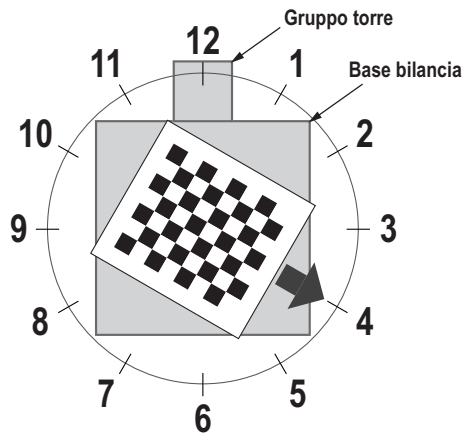

Figura 5-4. Rotazione a ore 4
5. Allineare l'oggetto di calibrazione in modo che i crocini siano centrati. Ruotare l'oggetto di calibrazione in posizione ore 4 con il gruppo torre in posizione ore 12 (Figura 5-4).